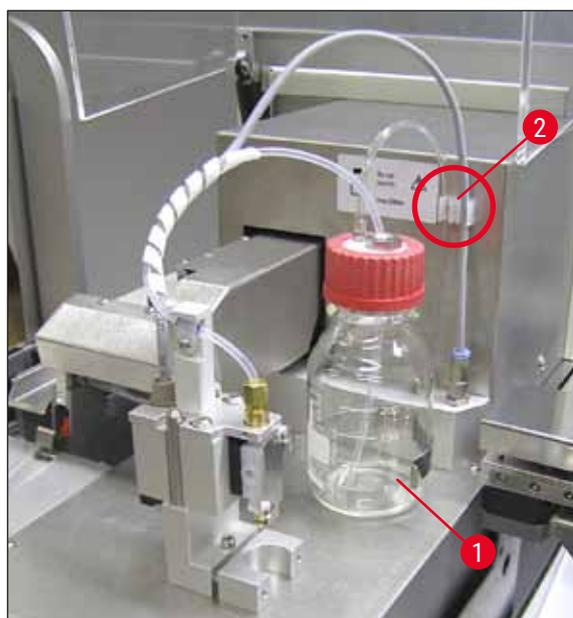

Рис. 12
6. Закройте закручивающейся крышкой (→ Рис. 10-5) флакон со средой для заключения (→ Рис. 12-1) и вставьте флакон в держатель (→ Рис. 12).